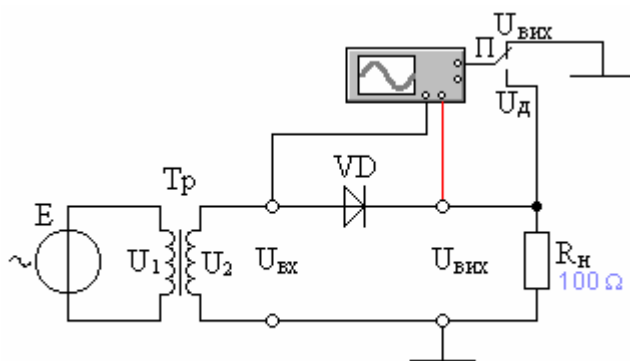
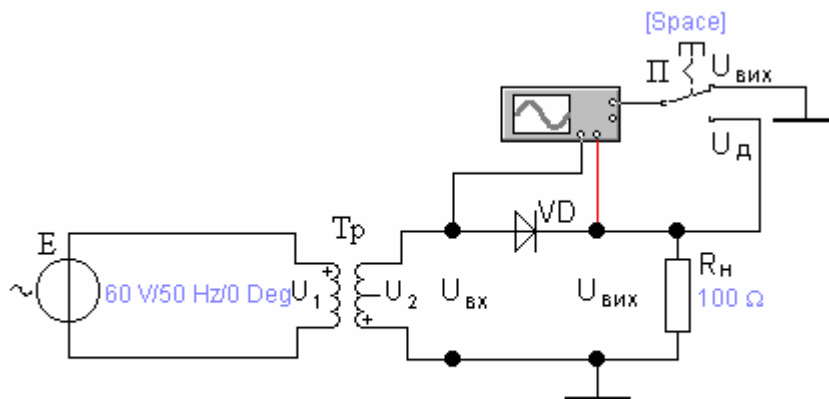
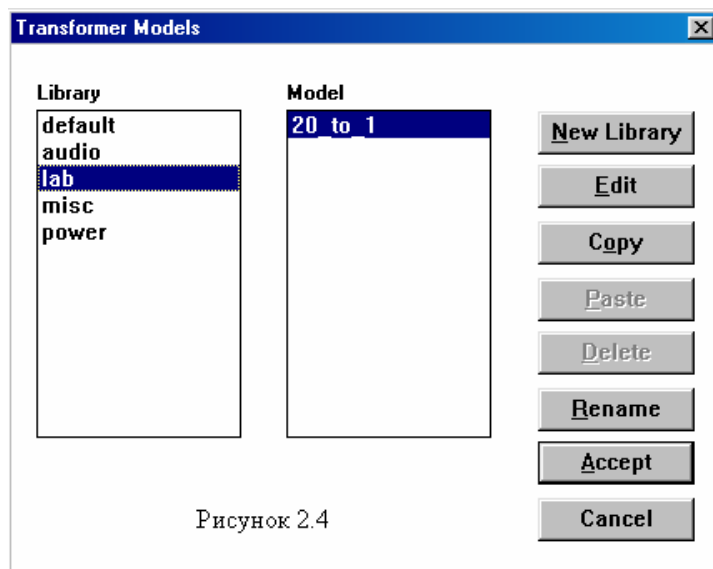
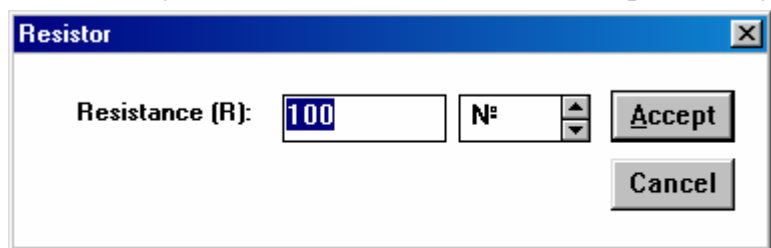

Рисунок 2.1 – Схема дослідження
Рисунок 2.2 — Реалізація схеми дослідження у програмному середовищі EWB
Рисунок 2.4
Рисунок 2.5
4.1 Відкрити файл “Випрямляч” (рис. 2.2).
4.2 Порівняти схему віртуального макету (рис. 2.2) зі складеною (рис. 2.1).
Установити курсор на умовному позначенні джерела напруги E (рис. 2.2) і двічі клацнути лівою клавішею миші. При цьому відкривається перед-
4.4.1 Установити курсор на умовному позначенні трансформатора *Tr* (рис. 2.2) і двічі клацнути лівою клавiшею миші. При цьому відкривається панель вибору трансформатора *Transformer Models* (рис. 2.4).
4.5.1 Установити курсор на умовному позначенні опору навантаження R_H (рис. 2.2) і двічі клацнути лівою кнопкою миші. При цьому відкривається панель *Resistor* (рис. 2.5), за допомогою якої можна змінювати опір R_H .